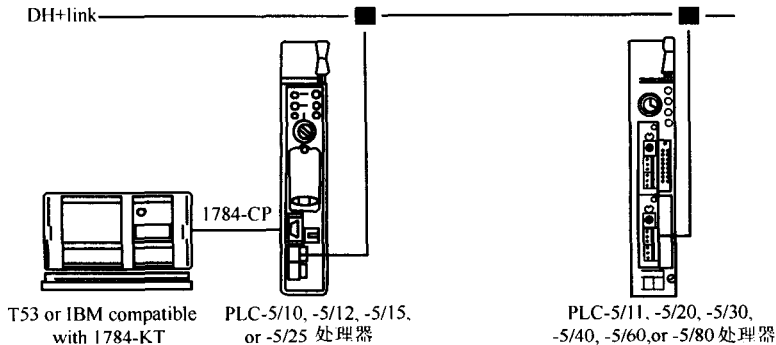

图 10-2 一个本地 DH+ 上的一个编程器和两个 PLC-5 CPU
- 选择 DH+ 连接到一个 CPU，这个 CPU 作为编程终端被连接到相同的 DH+（尽管你或许已经在 PLC-5 CPU 模块的连接上插入编程电缆，但是它实际上被连接到包括这个 PLC-5 的 DH+ 上。）。图 10-2 显示了一台个人计算机连接到包含两个 PLC-5 CPU 的 DH+ 中，其中任意一个 PLC 可以设置为在线编程的默认 PLC。